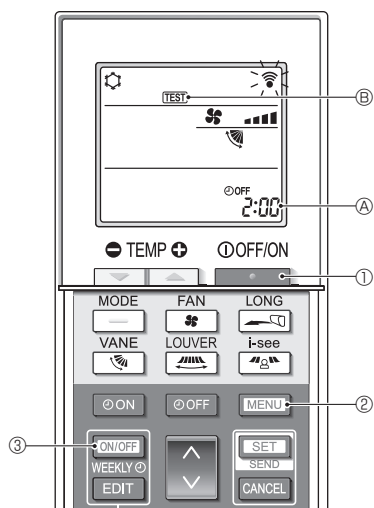
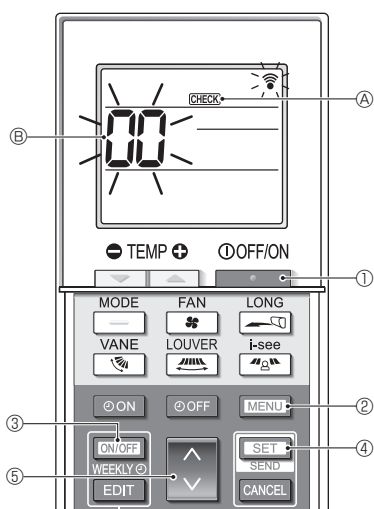

Fig. 7-5
Fig. 7-6
■ Proefdraaien (Fig. 7-5)
- Druk op de toets ① om de airconditioner te stoppen.
- Als de Week-timer ingeschakeld is (**WEEKLY** is aan), druk dan op de toets ③ om de timer uit te schakelen (**WEEKLY** is uit).
- Houd de toets ② gedurende 5 seconden ingedrukt.
- Druk op de toets ②.
- ⑤ gaat branden en het apparaat wordt in de proefdraaistand gezet.
- Druk op de toets ① om het proefdraaien te stoppen.
■ Zelfcontrole (Fig. 7-6)
- Druk op de toets ⑤ om het koelstofadres (M-NET-adres) ⑥ te selecteren van de binnenunit waarvoor u de zelfcontrole wilt uitvoeren.
- Druk op de toets ④.
- Druk op de toets ①.
- A en het koelstofadres (M-NET-adres) ⑥ gaan uit en de zelfcontrole is voltooid.